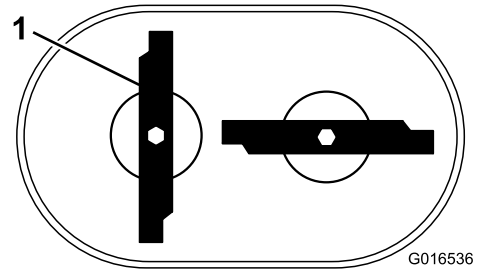

Figure 39
**Remarque:** Les lames doivent être perpendiculaires et former un « T » inversé, comme montré à la Figure 39.